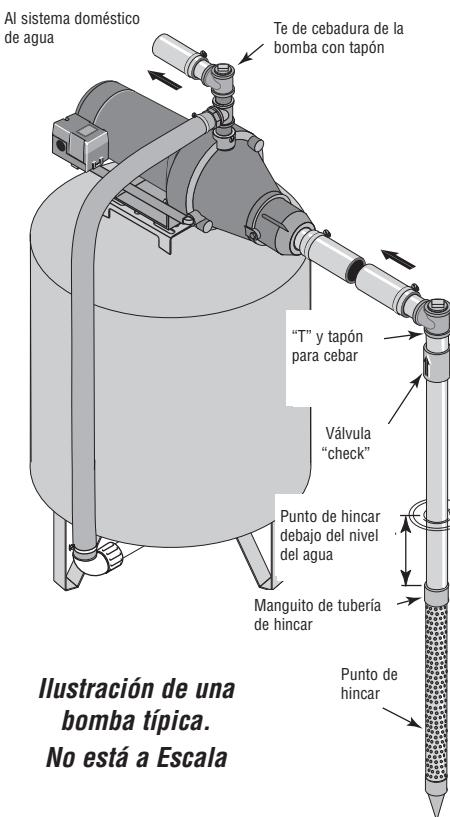

Figura 1 - Instalación del Punto de Hincar
(Figura 1)
3. Utilice el menor número de conexiones posible (especialmente codos) al conectar la tubería desde el punto del pozo al orificio de succión de la bomba. La tubería de succión debe ser por lo menos del mismo tamaño que el orificio de succión en la bomba (incluya una válvula "check" si su equipo no está equipado con una) - Vea la Figura 1. Soporte la tubería para que no haya inclinaciones verticales o hundimientos en ella a fin de que no se ejerza tensión sobre el cuerpo de la bomba y con el propósito de que no se incline ligeramente hacia arriba desde el pozo hacia la bomba (los puntos altos pueden ocasionar que se formen bolsas de aire que pueden bloquear la bomba). Sellar las juntas de la tubería de aspiración con cinta selladora de PTFE para roscas de tubería. Las juntas deben de ser a prueba de agua y estar herméticamente cerradas. Si la tubería de succión pudiera succionar aire, la bomba no podría sacar agua del pozo. Si un punto de pozo no proporciona suficiente agua, considere la posibilidad de conectar dos o tres puntos de pozo a una tubería de succión.